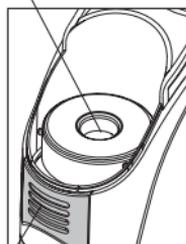

Рисунок 3-1
- Убедитесь в том, что входной и выходной фильтры находятся в соответствующих местах (см. рис. 3-1). Для проведения замены фильтров см. рис. 8-1 и 8-2 раздела ХРА-НЕНИЕ ПРИБОРА И УХОД ЗА НИМ.